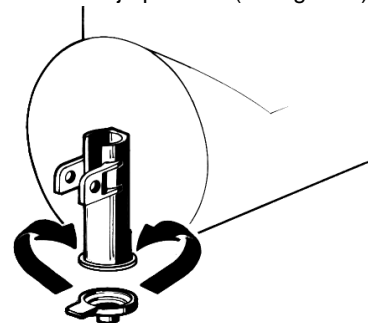

figura 4
- 9 - Reductor del flujo: cuando el distribuidor se utiliza para la refrigeración de bebidas se aconseja instalar, sobre el grifo, el reductor de flujo provisto (ver figura 4).